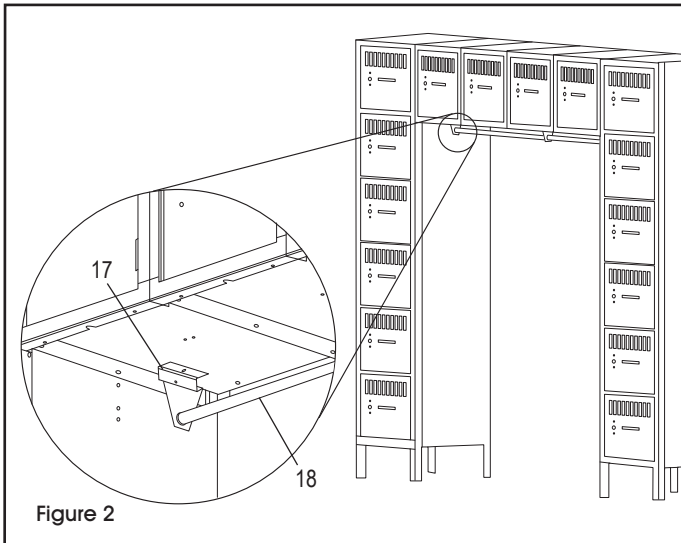

Figure 2
3. Slide coat rod brackets (6) over the coat rod (7). From left to right, bolt coat rod brackets to the bottom of the horizontal frame. The bolts on either end will be placed through the bottom center holes of the vertical and horizontal frames to attach the brackets. (See Figure 2)
3. Faites glisser les supports de tige à manteau (6) sur la tige à manteau (7). De gauche à droite, boulonnez les supports de tige à manteau au bas du cadre horizontal. Les boulons à chaque extrémité seront placés dans les trous du centre du bas des cadres verticaux et horizontaux, pour fixer les supports. (Voir Figure 2)